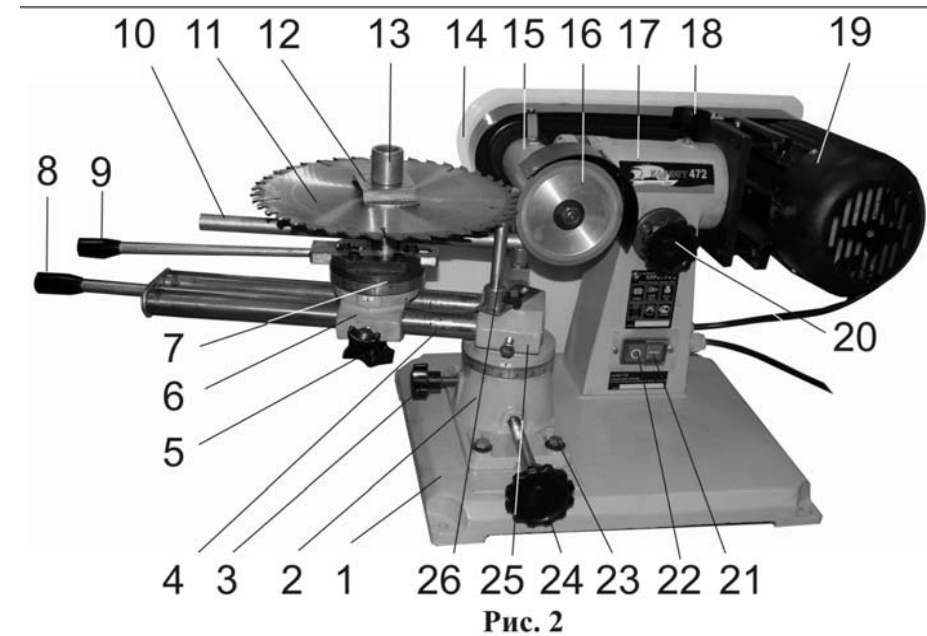
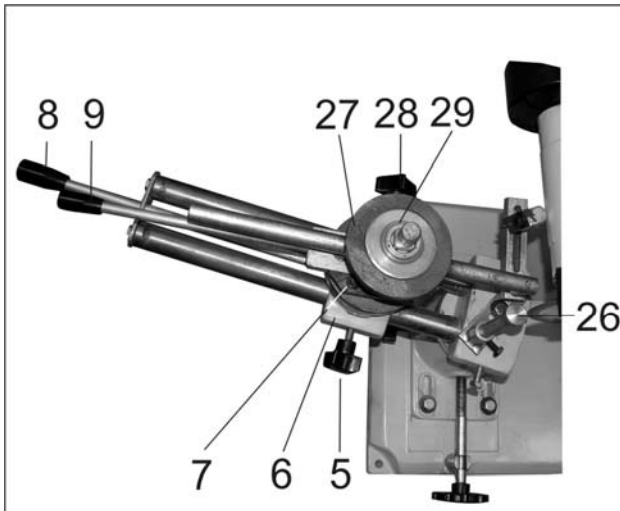

Рис. 2
Рис. 3
7.1. Машина состоит из следующих сборочных единиц и деталей (Рис.2, Рис.3)
8.1. Монтаж машины (Рис.2)
8.2. Сборка машины (Рис.2)
8.2.1. Как показано на Рис.2, установите и закрепите заточный круг (16). В зависимости от выполнения намеченной работы, заточный круг (16) устанавливайте рабочей поверхностью с наружной или внутренней стороны относительно машины.
9.1. Подготовка к работе (Рис. 3,4,5,6,7,8,9)
9.2.3. Включение машины производится нажатием на кнопку «I» (21), Рис. 2.
9.2.4. Выключение машины производится нажатием на кнопку «O» (22), Рис.2.